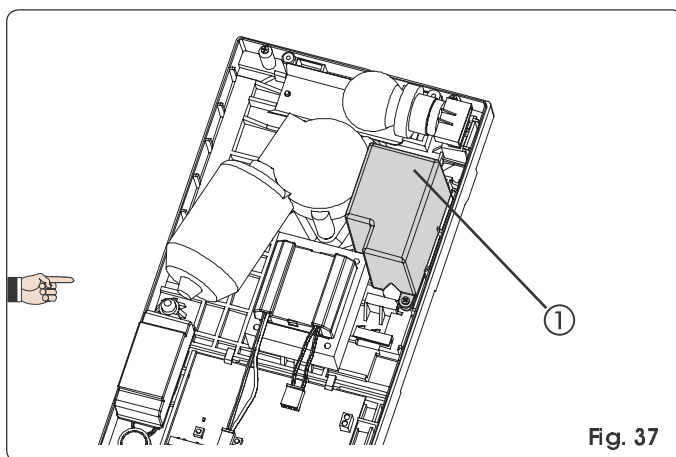

Fig. 37
Met de kit bufferbatterijen kan het automatische systeem ook worden ingeschakeld als er geen netvoeding is. De plaats voor de batterijen is voorzien binnenin de aandrijving (Fig. 37 ref. ①) met behulp van een bijgeleverde schroef.